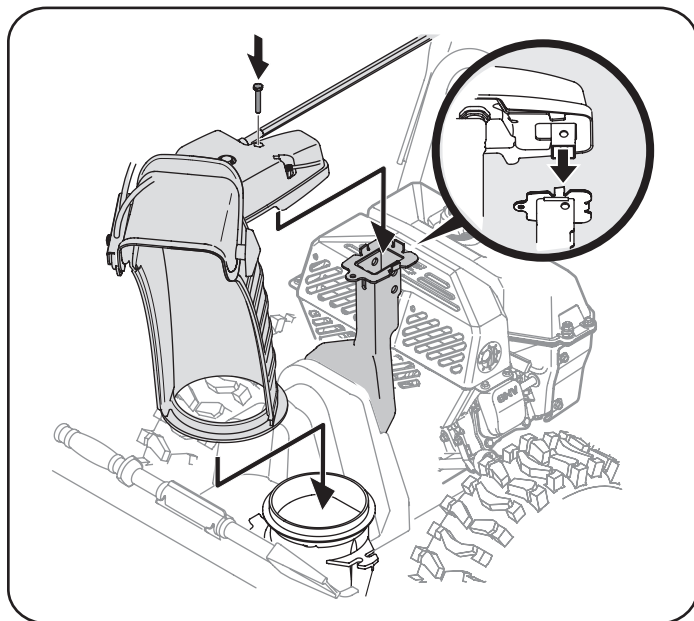

Figura 6
4. Ubique el canal sobre la base del mismo y garantice que la varilla hexagonal está situada bajo el panel manejar. Instalar el perno hexagonal previamente eliminado, pero no seguro con tuerca de mariposa en este momento. Vea la Figura 6.